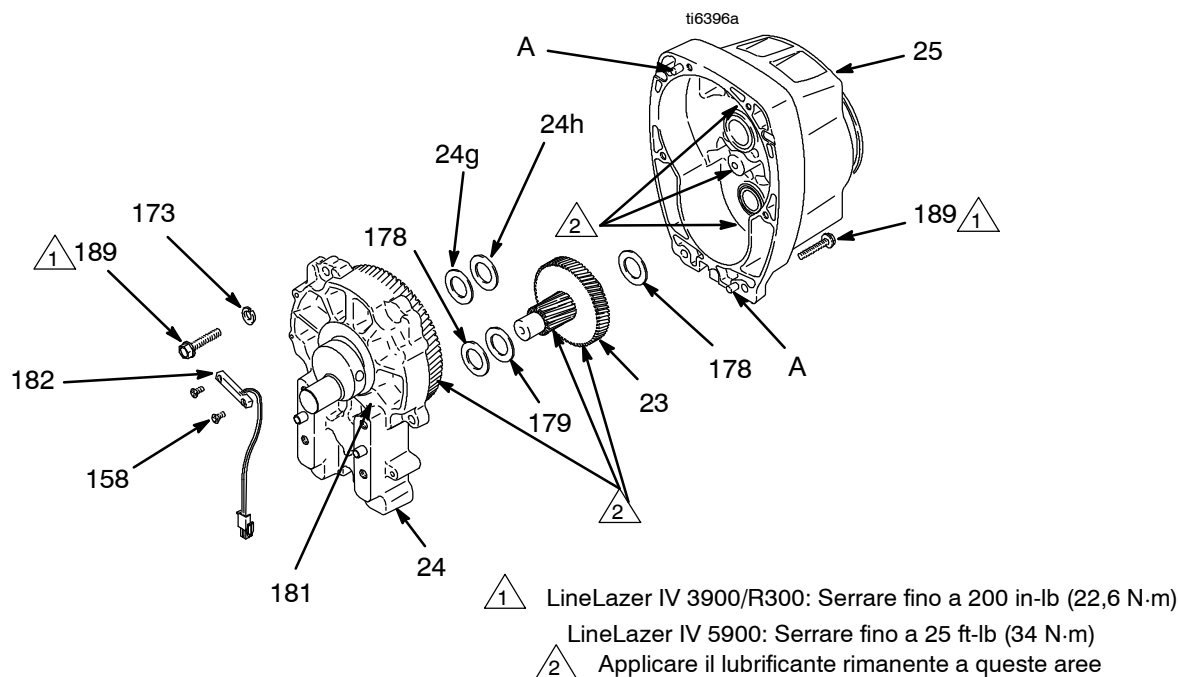

Fig. 3
2. Fig. 3. Rimuovere il gruppo dei cuscinetti. Eseguire la procedura **Corpo di cuscinetto e biella** a pagina 11.
3. Togliere le due viti (158) e l'interruttore reed (182).
4. Togliere le sei viti (189) dal corpo del pignone (25).
5. Battere leggermente attorno alla scatola di trasmissione (24) per allentare la scatola di trasmissione. Estrarre in linea retta l'alloggiamento della trasmissione dal corpo del pignone. Tenersi pronti a sostenere gli ingranaggi (23) che possono fuoriuscire.